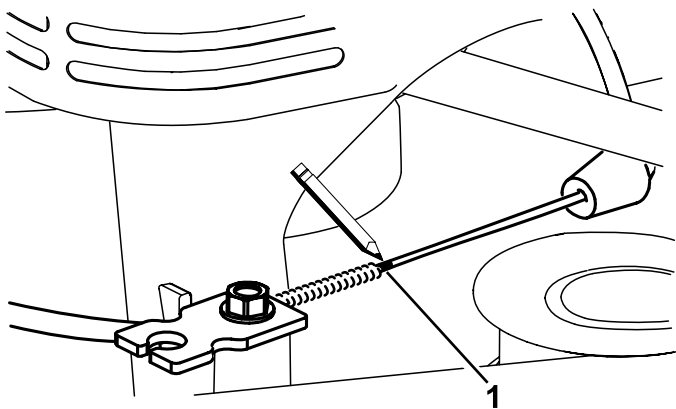
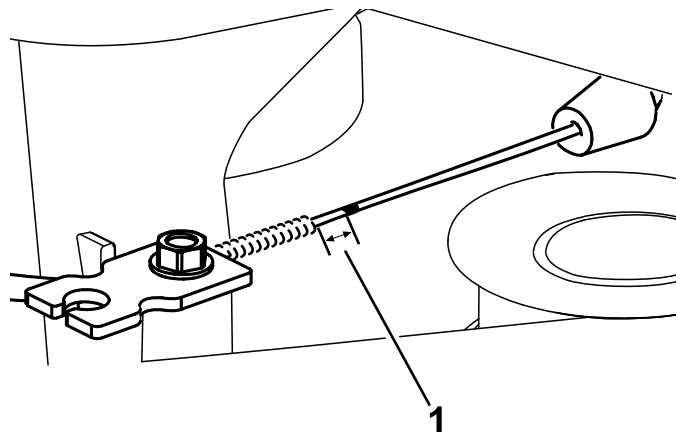

Рисунок 47
Рисунок 48
7. Отметьте трос тормоза (Рисунок 47), затем отрегулируйте оболочку троса так, чтобы провисание составило приблизительно 11 мм (Рисунок 48).